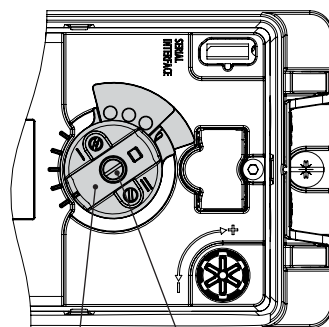

**Fig. 5-2:** Positions de montage
- Respecter la position de montage (cf. Fig. 5-2).